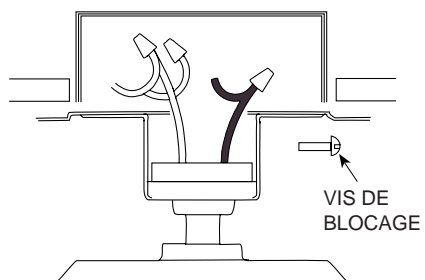

FIGURE 9
- A. Connectez les fils électriques aux fils du moteur à l'aide de connecteurs approuvés. Voir figure 9.
- A. À l'aide de deux vis 8-32 d'environ 5/8 po (16 mm) de long qui se trouvent dans le sac de pièces, vissez les vis de blocage du dispositif de suspension en plastique à l'arrière du support de suspension. Voir figure 9. Les vis doivent passer complètement dans le support et être serrées. Les vis se trouvent juste au-dessus du dispositif de suspension en plastique et empêchent la